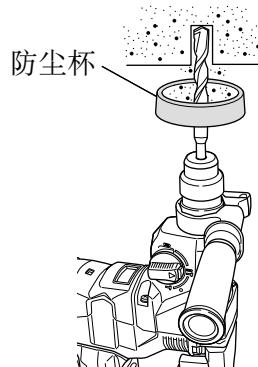
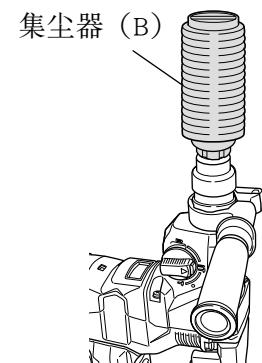

图 13
图 14
4. 安装集尘杯和集尘器 (B) (选购附件) (图 13、图 14)
请按照图 13 所示方法, 将集尘杯装在钻头上使用。使用粗径钻头时, 请用本电动锤钻将集尘杯的中心孔开大。
使用集尘器 (B) 时, 请将集尘器 (B) 与夹卡上的槽对准后, 将集尘器 (B) 从钻头的顶端插进去 (图 14)。